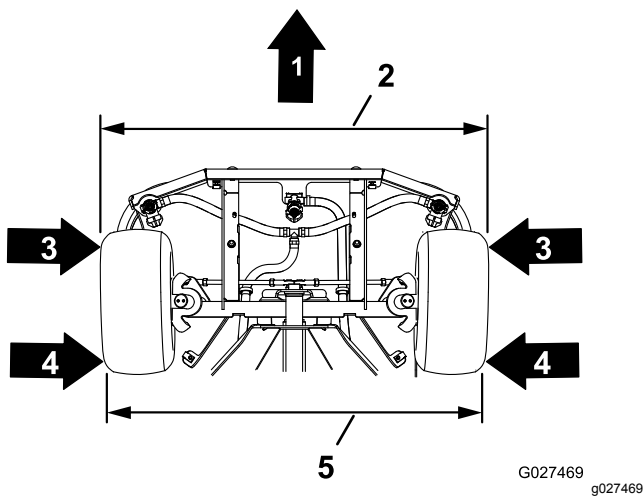

Figure 94
4. Mesurez la distance entre les 2 faces avant des pneus avant, comme montré à la Figure 94.
5. Mesurez la distance entre les 2 faces arrière des pneus avant, comme montré à la Figure 94.